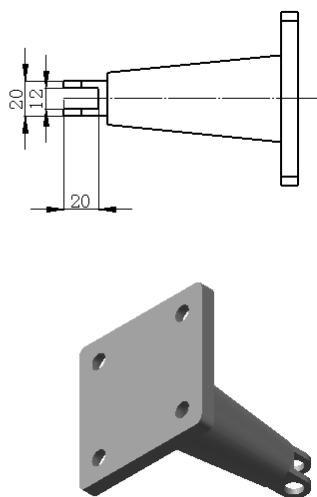

图 12-60 “表面粗糙度”属性管理器
7) 设置表面粗糙度参数。选择“注解”操控板中的 (表面粗糙度符号) 按钮, 会出现“表面粗糙度”属性管理器, 在属性管理器中设置各参数, 如图 12-60 所示。